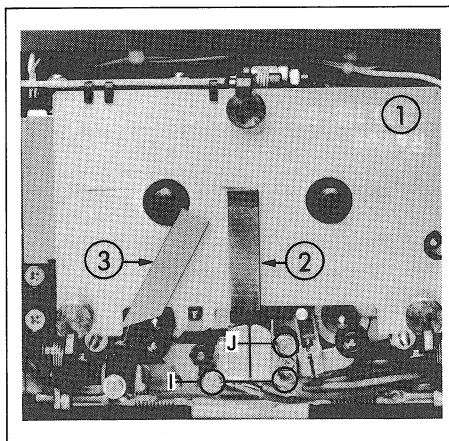

Fig. 3.6
- Den Mess-Schieber für die Eintauchtiefe [2] mit dem rechtwinkligen Ende gegen die Tonköpfe auflegen (siehe Fig. 3.6).
- Place slide for measuring the engaged length [2] with its square end against the soundheads (see Fig. 3.6).
- Placez l'extrémité à l'angle droit du curseur [2] de réglage de la pénétration contre les têtes magnétiques (voir fig. 3.6).